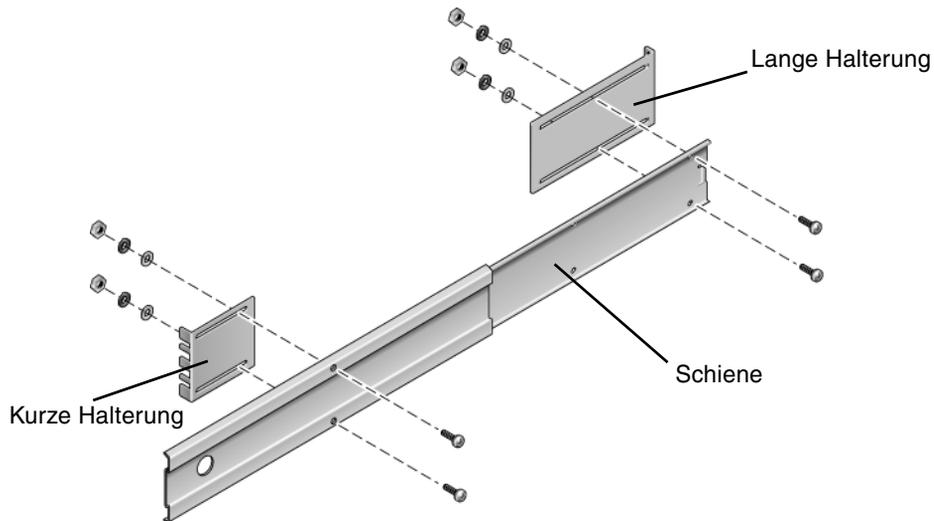

ABBILDUNG 3-11 Befestigen der Schiene an den Halterungen
10. Befestigen Sie die Schiene an der langen und kurzen Halterung an Vorder- und Rückseite des Racks (ABBILDUNG 3-11).